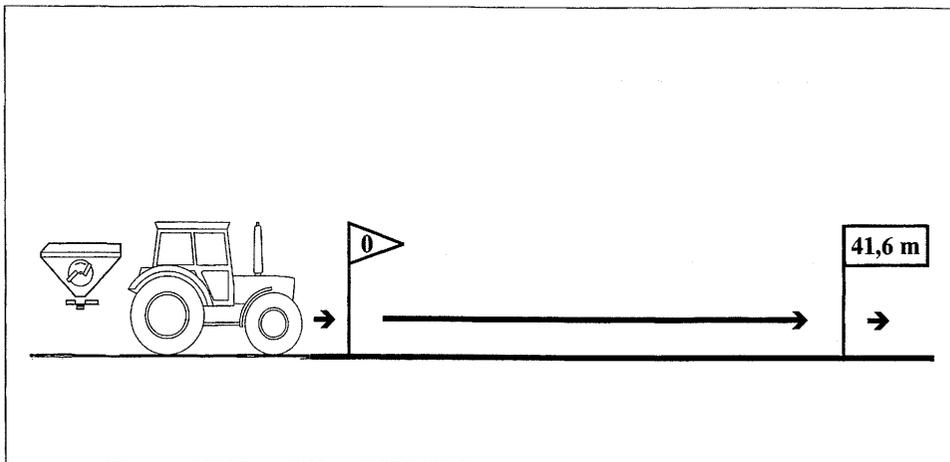

Fig. 7.7
- **Avancez depuis le premier repère jusqu'au dernier repère du parcours test dans les conditions de travail à vitesse constante et avec un régime de prise de force de 540 tr/min.** (tout en respectant les consignes fournies par le tableau de réglage) (**Fig. 7.7**)